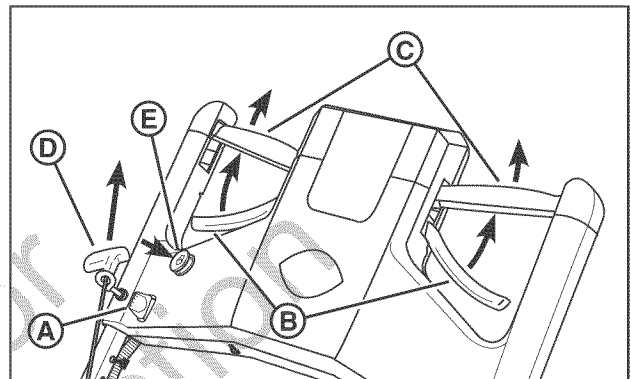

Figure 3 : Démarrage de la tondeuse
1. Insérer la clé de démarrage (A, Figure 3, 7800830) dans la fente de connexion sur la console de commande.
2. Serrer la commande de lame (B) contre la commande d'entraînement (C).